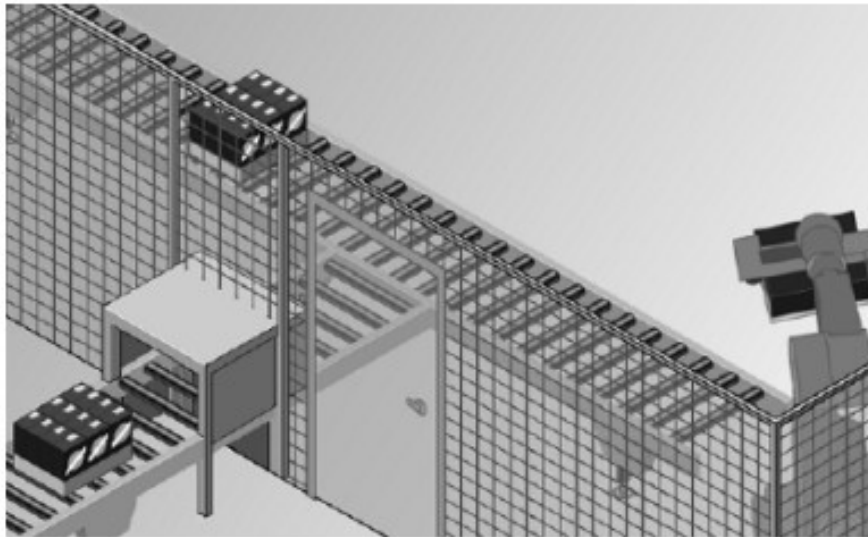

図1 機能安全活用実践マニュアル
- 材料搬入口から人が容易に危ない所に触れないような工夫（トンネルカバー等 図1）